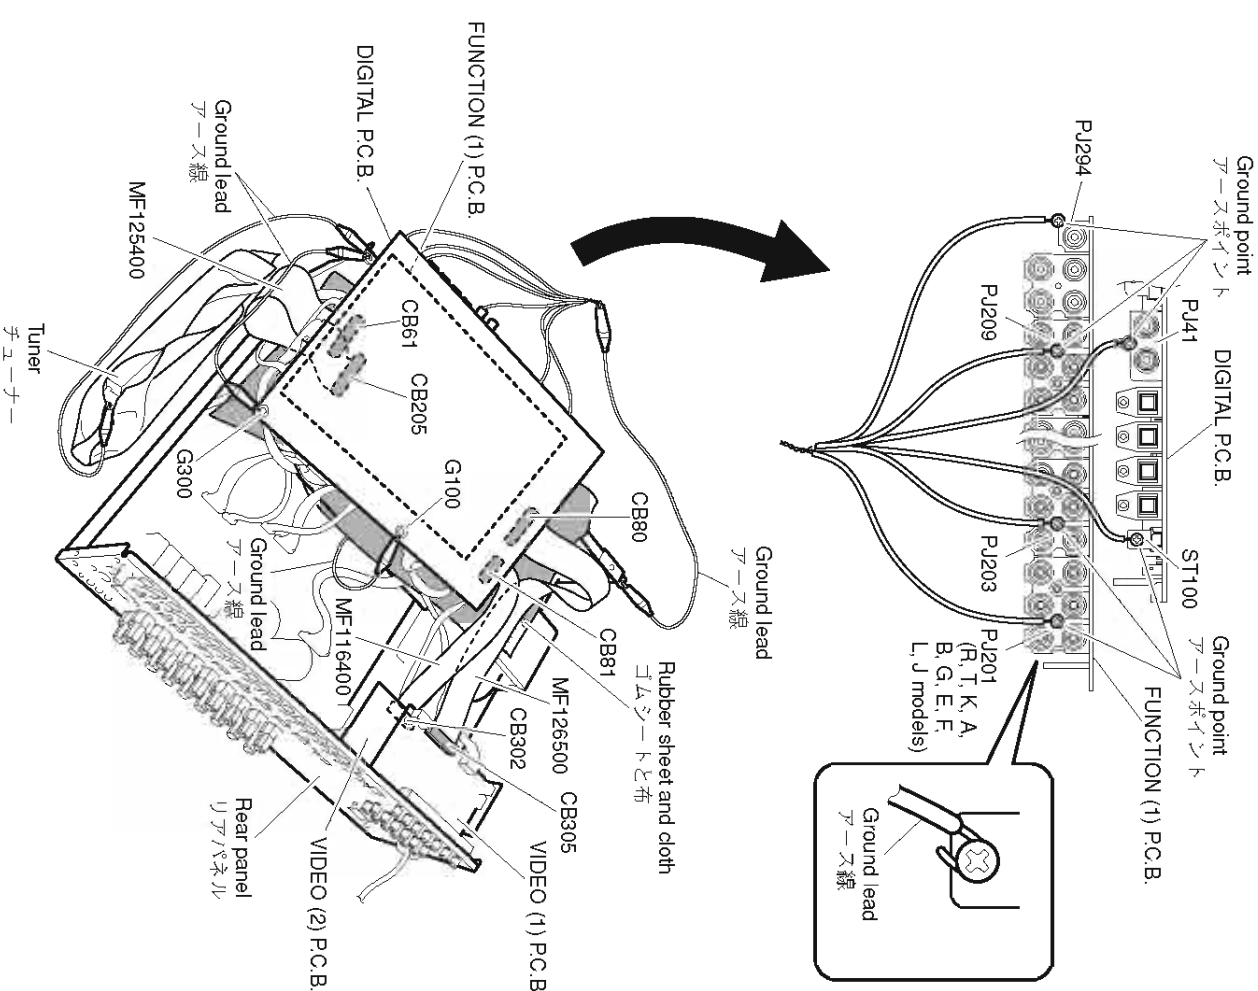

Fig. 11
- Put the rubber sheet and cloth over the equipment. Then place the FUNCTION(1) and DIGITAL P.C.B.s upside down on the cloth and check it. (Fig. 11)
- Be sure to use the extension cable for servicing for the following section. (Fig. 11)
- FUNCTION (1) P.C.B. CB205–DIGITAL P.C.B. CB61: MF125400 (25P, 400mm, P=1,25)
- DIGITAL P.C.B. CB80–VIDEO (1) P.C.B. CB305: MF126500 (26P, 500mm, P=1,25)
- DIGITAL P.C.B. CB81–VIDEO (2) P.C.B. CB302: MF116400 (16P, 400mm, P=1,25)
- When FUNCTION(1) P.C.B. is removed from the rear panel and chassis, connect the ground point to the rear panel or chassis, using a ground lead or the like. (Fig. 11)
- 本機の上にゴムシートと布を敷き、その上に FUNCTION(1)P.C.B.およびDIGITAL P.C.B.を裏返しに置いてチェックします。(Fig. 11)
- 次の区間は、サービス用延長ケーブルを使用してください。(Fig. 11)
- FUNCTION(1)P.C.B.をリアパネルおよびシャーシより取り外した場合、リード線等でアースポイントをリアパネルまたはシャーシに接続してください。(Fig. 11)